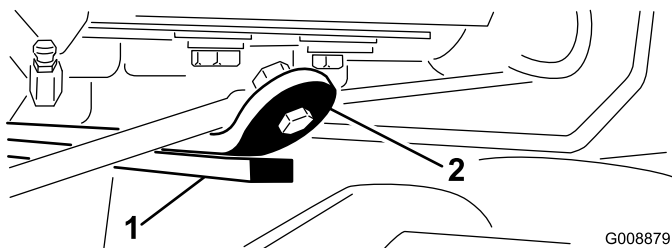

Bild 13
3. Starten Sie den Motor, heben die Mähwerke an und prüfen, ob der Abstand zwischen der Abnutzungsleiste an der Oberseite des hinteren Mähwerks und der Stoßstangenbefestigung zwischen 0,51 und 2,54 mm liegt (Bild 13).